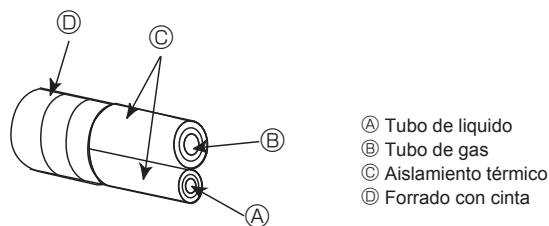
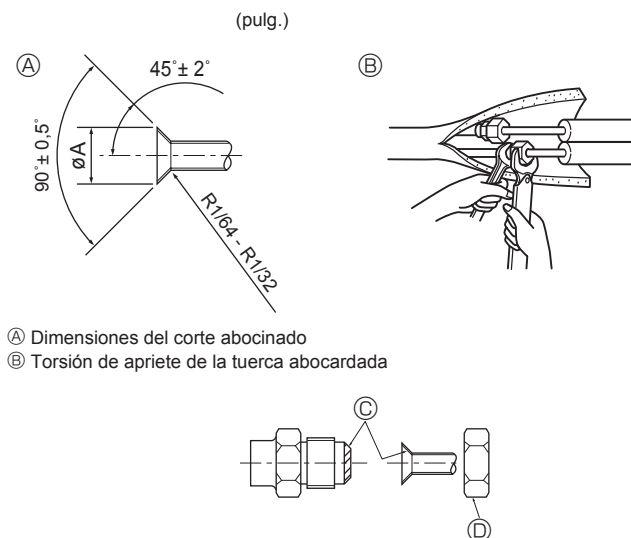

Fig. 4-4
Fig. 4-5
4.3. Tubos de conexión (Fig. 4-4, Fig. 4-5)
[Fig. 4-5]
(A) (Fig. 4-5)